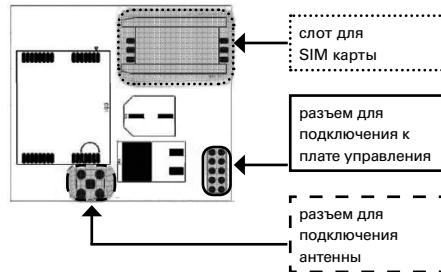

Рис. 1. Вид платы GSM-модуля
2. Установите SIM-карту в слот на GSM-модуле (см. рис. 1).
5. Протяните кабель антенны через отверстие в корпусе котла и подключите кабель к разъему на плате модема (см. рис. 1).